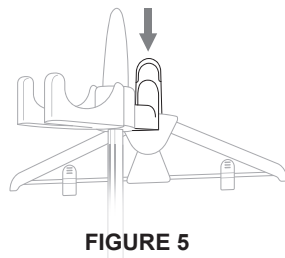

FIGURE 5
3. Appuyez soigneusement vers le bas pour verrouiller le cintre au crochet pour cintre (FIGURE 5).